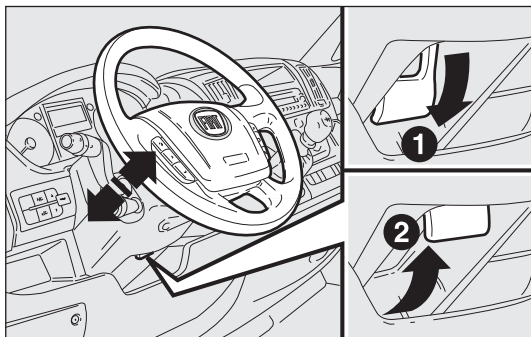

fig. 39
- Blockera spaken fig. 39 genom att dra den mot ratten (läge 2).